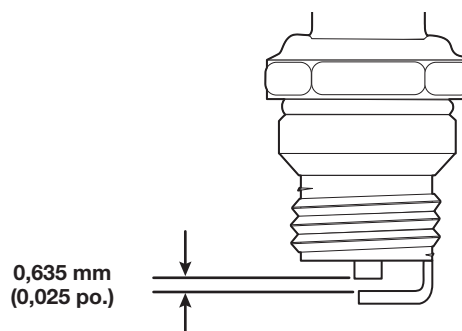

Fig. 26
6. Utilisez une jauge d'épaisseur pour régler l'écartement à **0,635 mm (0,025 po.)** (Fig. 26).